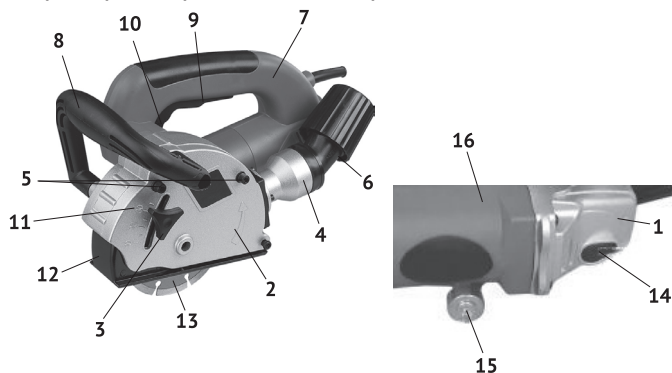

рис.1
1.1.3 Коллекторный двигатель расположен в пластиковом корпусе (рис.1 поз.16).
Корпус состоит из двух половин, соединённых между собой и выполнен заодно с рукояткой управления (рис.1 поз.7). Крутящий момент с якоря электродвигателя, через коническую пару шестерён, расположенных в металлическом редукторе (рис.1 поз.1) передаётся на шпindelь штробореза. На металлическом защитном кожухе (рис.1 поз.2) нанесена шкала установки глубины реза (рис.1 поз.11) и расположен винт фиксации (рис.1 поз. 3) выбранной глубины. В передней части штробореза закреплена передняя рукоятка (рис.1 поз.8) для удобства заглубления и перемещения инструмента.
1.1.4 Клавиша выключателя (рис.1 поз.9) расположена в нижней части рукоятки управления (рис.1 поз.7). Перед клавишей расположен рычаг блокировки (рис.1 поз.10) клавиши от случайного включения.
1.1.5 На корпусе редуктора (рис.1 поз.1) находится кнопка стопора шпинделя (рис.1 поз.14), необходимая для установки (замены) рабочих дисков инструмента. На защитном кожухе (рис.1 поз.2) стрелкой указано направление вращения шпинделя.
Общий вид штробореза представлен на рис. 1
- зафиксировать шпиндель, нажав кнопку стопора (рис.1 поз.14);
На патрубок пылеотвода (рис.1 поз.4 используя переходник (входит в комплект поставки) подключается промышленный пылесос (шланг системы пылеудаления) для отвода пыли из зоны реза.
- разобрать корпус двигателя (рис.1 поз.16);